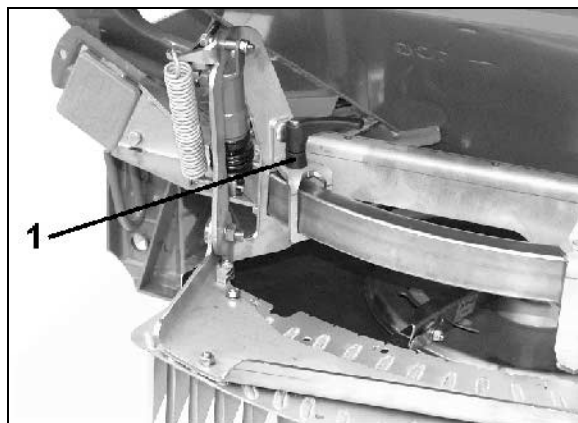

Fig. 59
1. Det gjør du ved å løsne hendelen (Fig. 59/1).